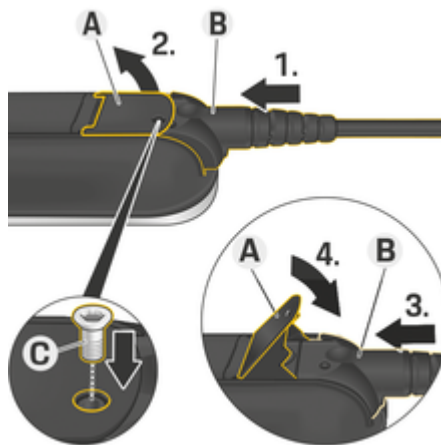

Fig. 39: Fissaggio del cavo e del connettore
- ✓ La linguetta **A** (Fig. 39) è chiusa.
1. Inserire il connettore **B** (Fig. 39) nell'unità di comando fino ad avvertire una prima resistenza.
5. Fissare il connettore **B** con la vite **C** (Fig. 39) all'unità di comando.